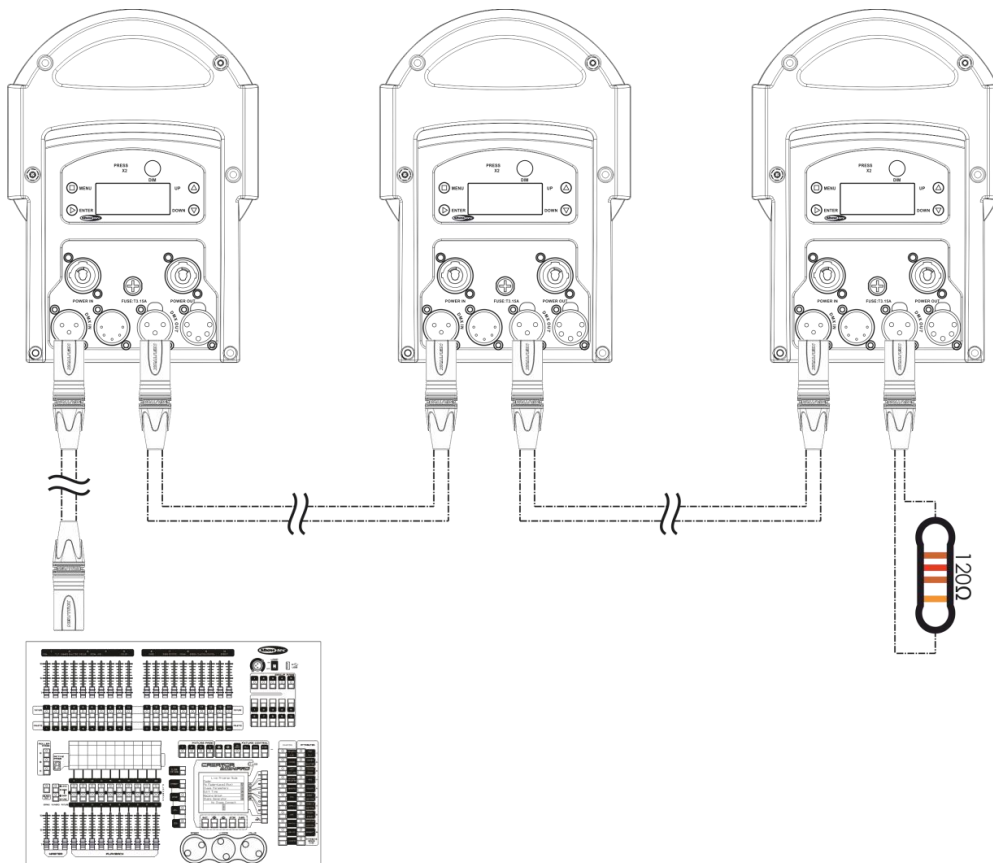

Fig. 06
- 04) Conecte las unidades entre ellas como se indica en la Fig. 06. Conecte un cable de señal DMX que vaya desde el conector DMX OUT (salida) de la primera unidad al conector DMX IN (entrada) de la segunda unidad. Repita este proceso para interconectar las unidades segunda, tercera y cuarta.